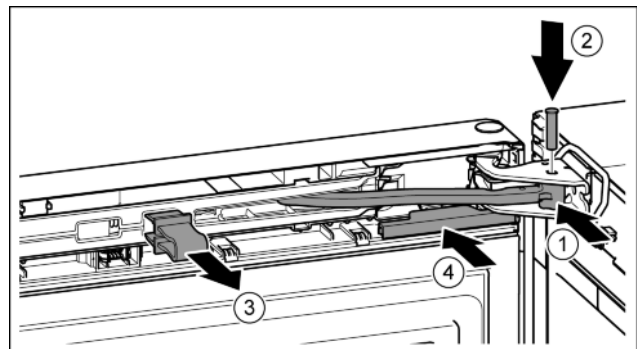

Fig. 20
- ▶ Gelenk in Lagerbock drehen. Fig. 20 (1)
- ▶ Bolzen in Lagerbock und Gelenk einsetzen. Dabei darauf achten, dass der Rastnocken korrekt in der Nut sitzt. *Fig. 20 (2)*
- ▶ Sicherung abnehmen. *Fig. 20 (3)*
- ▶ Abdeckung aufschieben. *Fig. 20 (4)*